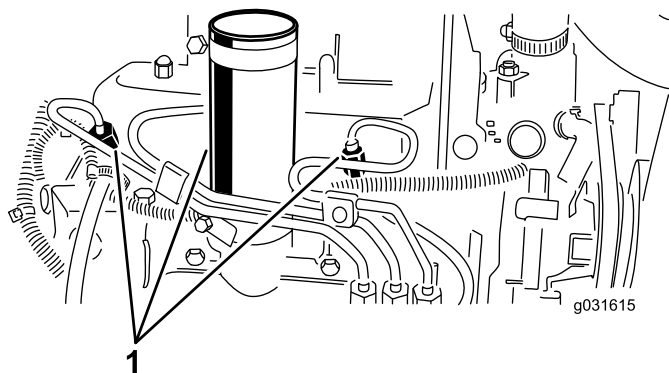

Рисунок 52
1. Ослабьте соединение трубки к соплу № 1 и держателю в сборе (Рисунок 52).